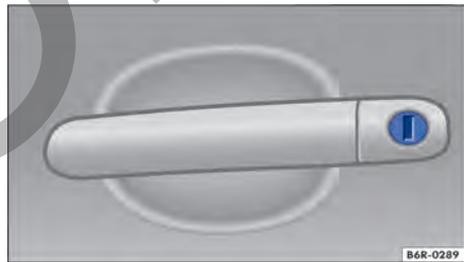

Fig. 50 Manilla de la puerta del conductor con botón de cierre.
- Introducir la paleta de la llave en el cilindro de la cerradura y destrabar o trabar el vehículo → fig. 50.